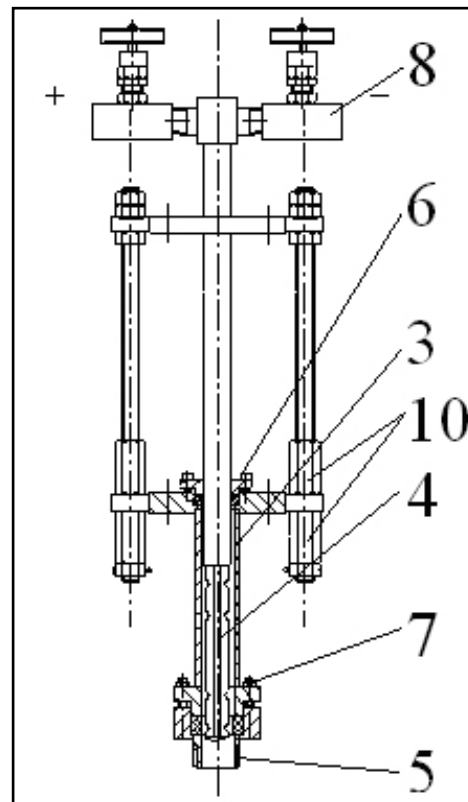

Abb. 16: Sensorprofil mit Schutzrohr
- 10) Stellen Sie sicher, dass das Itabar-Sondenprofil [4] sich vollständig im Schutzrohr [3] befindet. Beachten Sie die Position der Gewindestangen [Abb. 16].
- 11) Dichten Sie nun den Gewindestutzen [5] mit einem geeigneten Dichtmittel ein [Abb. 16].
- 14) Stellen Sie sicher, dass die Wirkdruck-Ventile [8] vollständig geschlossen sind [Abb. 16].